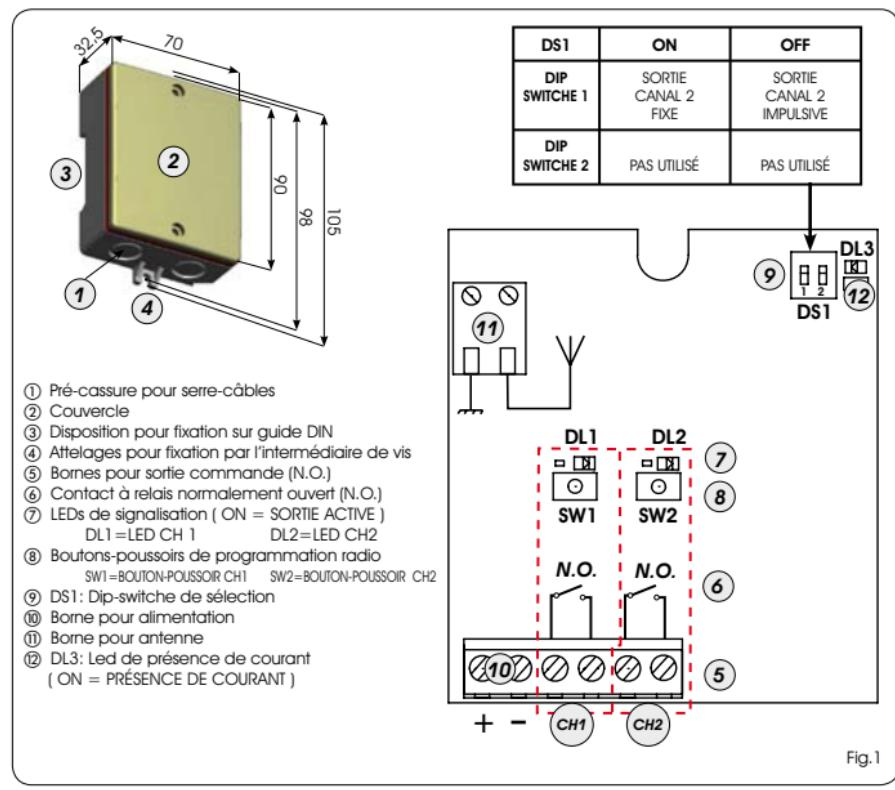

Fig.1
- 1) To delete **ALL** the radio control codes associated with channels 1 and 2, hold down push-button SW1 or SW2 (Fig.1 ref.(8)) for 10 seconds.
- 2) The LED (Fig.1 ref. (7)) relating to the pressed push-button flashes for the first 5 secs., and then flashes more quickly for the next 5 secs.
- Appuyer, pendant 1 seconde, sur le bouton-poussoir du récepteur (Fig.1 réf. ⑧), correspondant au canal auquel on souhaite associer la radiopréSENCE.
- La LED correspondante sur le récepteur (Fig.1 réf. ⑦) commence à clignoter lentement pendant 5 s.